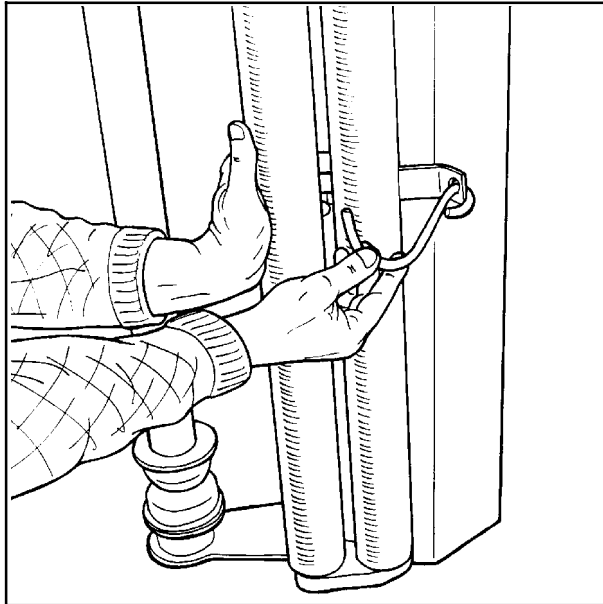

Fig. 6-1
6.1 Pour installer le rouleau de film plastique, commencez par écarter les rouleaux du tendeur et fixez-les à l'aide du crochet. (Voir fig. 6-1).